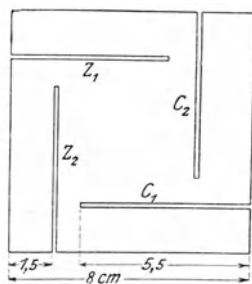

Fig. 152.
**Anleitung.** m) Schmirgle die Kupferstreifen  $C_1$  und  $C_2$  glänzend rein, schiebe sie und auch die beiden verquiekten Zinkstreifen  $Z_1$  und  $Z_2$  so in das quadratische Holzbrettchen (Fig. 152), daß sich je eine Kupfer- und eine Zinkplatte gegenüberstehen, und schreibe an die beiden Kupferplatten die Bezeichnungen  $C_1$  und  $C_2$  und an die Zinkstreifen die Bezeichnungen  $Z_1$  und  $Z_2$ . Fülle das Batterieglas mit verdünnter Schwefelsäure von der Dichte  $1,18 \text{ gr/cm}^3$  und miß mit dem Spannungsmesser die elektromotorischen Kräfte der vier Plattenpaare: